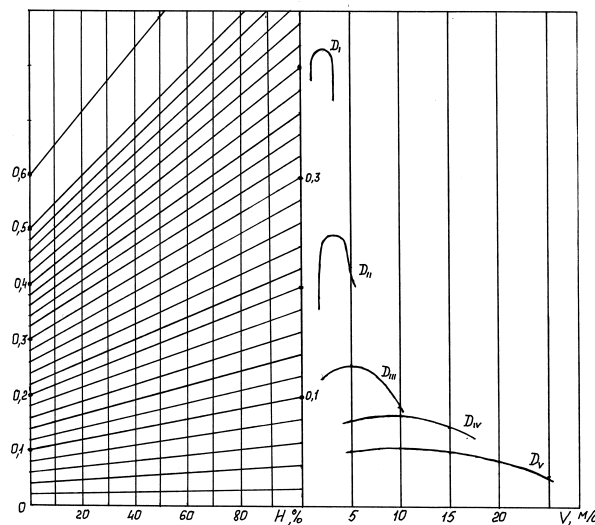

Рисунок 1. Динамическая характеристика с номограммой нагрузок
1. Автомобиль, полная масса которого 8,15 т, движется равномерно со скоростью 17 м/с по дороге, характеризующейся подъемом 5% и коэффициентом сопротивления качению 0,02. Используя динамическую характеристику с номограммой нагрузок (рис.1), найти величину мощности, теряемую в трансмиссии, если грузоподъемность автомобиля 5 т, фактор обтекаемости  $3,02 \text{ Н} \cdot \text{с}^2/\text{м}^2$ , а мощность двигателя в 5,6 раза больше мощности, теряемой в трансмиссии.